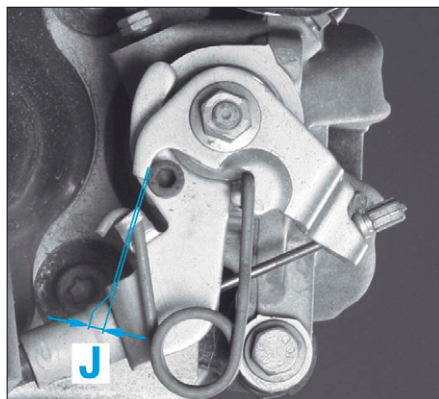

FIG. 15
- Mesurer, à l'aide de jeux de cales, que le décollement "J" du levier par rapport à sa butée soit supérieur à 0,05 mm et ne dépasse pas 1,5 mm (Fig.15).